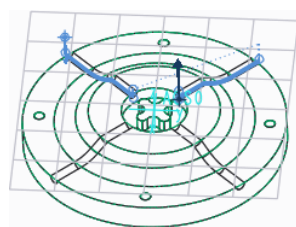

图 10.1.55 退刀设置结果 2
(3) 单击 **退刀** 按钮，结果如图 10.1.55 所示。